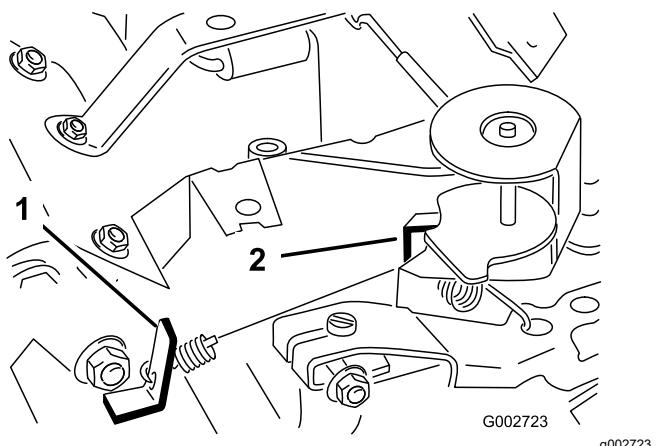

Bild 40
3. Biegen Sie den Anker-Federmitnehmer (Bild 40), um eine Leerlaufgeschwindigkeit von 1.675 U/min bis 1.175 U/min zu erzielen.
6. Biegen Sie den Federankermutternehmer in der Vollgaseinstellung (Bild 40), bis Sie eine Vollgasdrehzahl von 3.350 U/min bis 3.450 U/min erzielen.